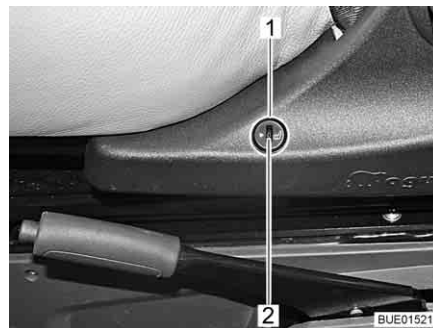

Fig. 28 Interruttore riscaldamento del sedile
- Metà inferiore dell'interruttore (Fig. 28,1) sul lato sinistro della console del sedile.
- Per regolare una potenza di riscaldamento minore, ruotare la rotella di regolazione (Fig. 28,2) in direzione "0".
- Per regolare una potenza di riscaldamento maggiore, ruotare la rotella di regolazione (Fig. 28,2) in direzione "5".
- Metà superiore dell'interruttore (Fig. 28,1) sul lato sinistro della console del sedile.